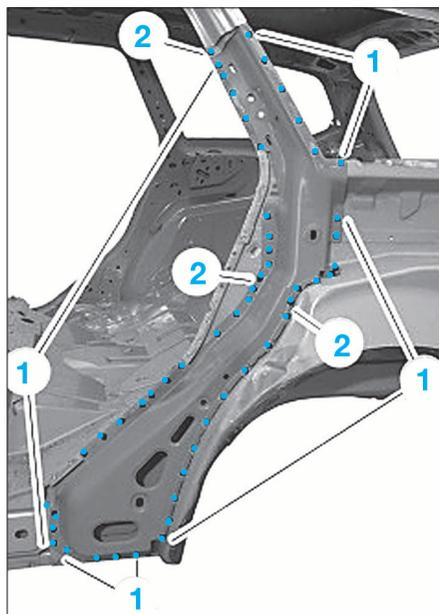

FIG. 87
- Meuler les points de soudure (2).
- Fraiser les points de soudure (3)
- Fraiser les points de soudure (1) (une épaisseur de tôle) (2 épaisseurs de tôles) (Fig.87) et dégager le renfort de passage de roue.